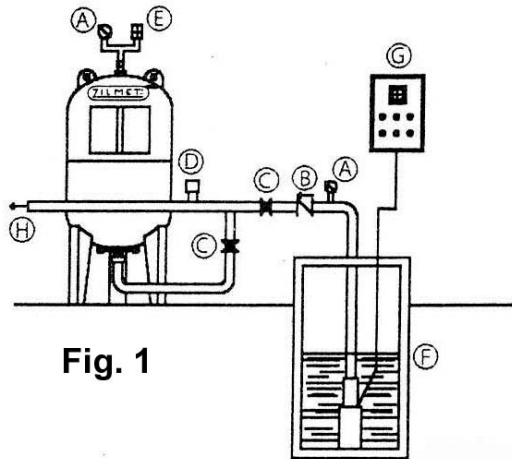

Fig. 1
-in instalatiile de ridicare a presiunii sau stocare a apei sanitare potabile (statii de hidrofor) dupa clapeta de sens a pompei (Fig.1).